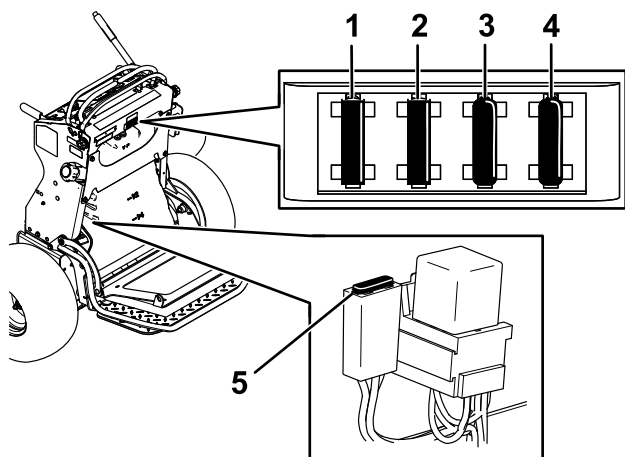

Figura 56
5. Retire o fusível e substitua-o (Figura 56).